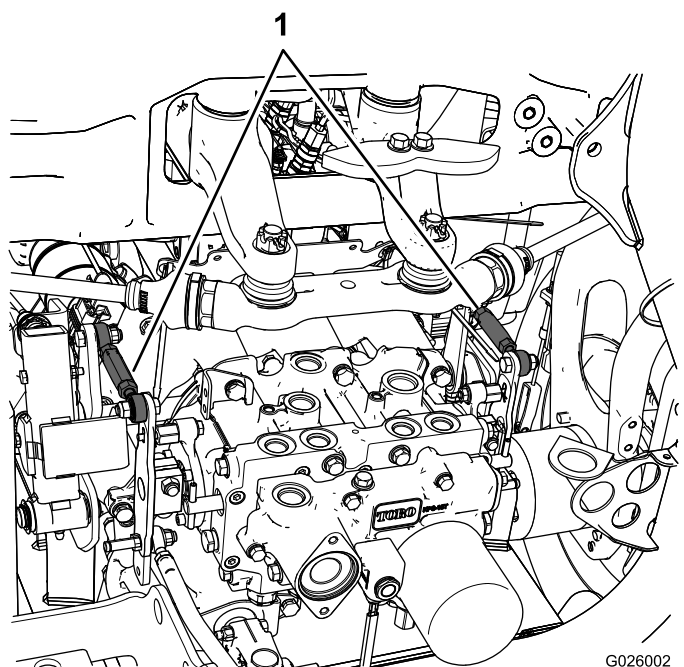

Figure 65
- Si la roue arrière gauche tourne, desserrez les écrous de blocage sur la tige de commande de transmission gauche (Figure 65).